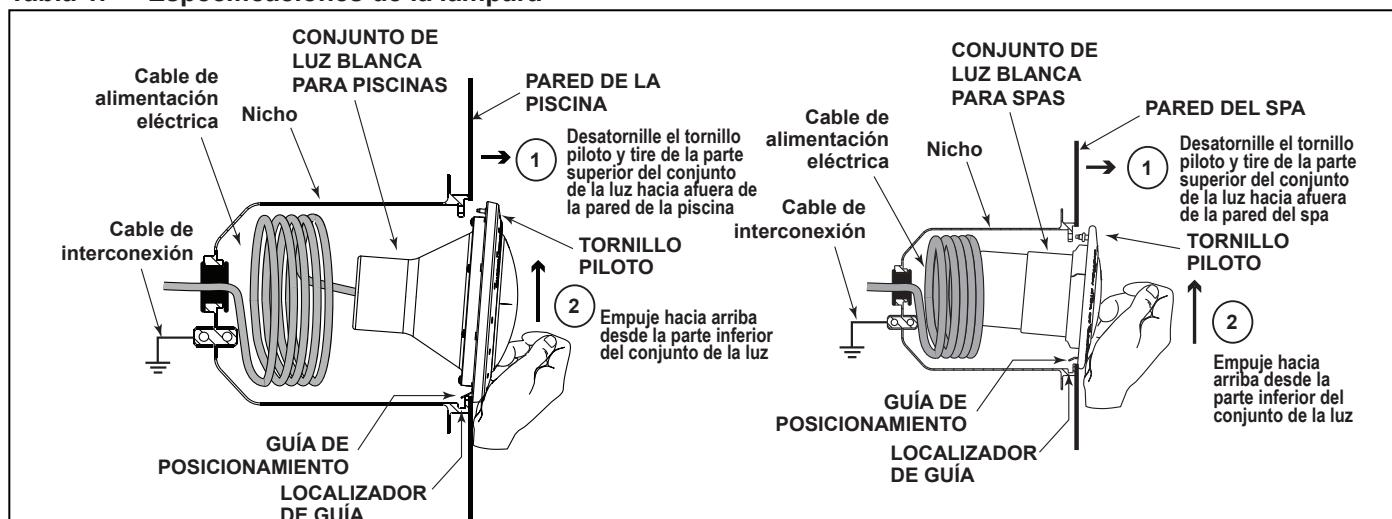

Figura 1. Extracción del conjunto de la luz blanca para piscinas y spas para reemplazar la lámpara
- Para retirar el conjunto de la luz, desatornille el tornillo piloto especial en la parte superior del aro frontal, retire el conjunto de la luz del nicho y colóquelo cuidadosamente en el perímetro exterior de la piscina. No es necesario vaciar la piscina o el spa. Véase Figura 1.